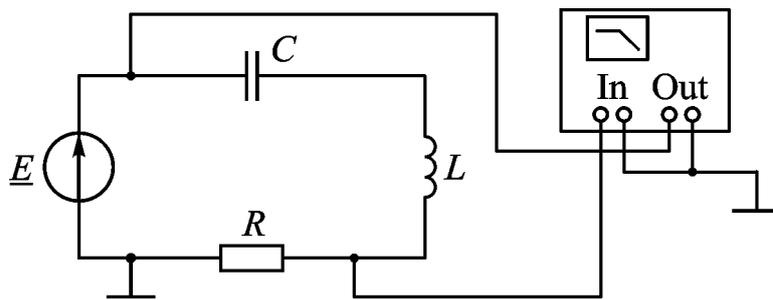

Рис. 10
– Значения фазы полного сопротивления для рассчитанных частот измерить с помощью измерительной линейки прибора «Vode Plotter» (схема подключения изображена на рис. 10). Установить в приборе режим измерения фазы «PHASE»; линейную развертку по вертикали (LIN) с масштабом: min – -135° ; max – $+135^\circ$; линейную развертку по горизонтали (LIN) с масштабом: min – 0,1 мГц; max – 30 кГц. Результаты измерения записать в таблицу 10.